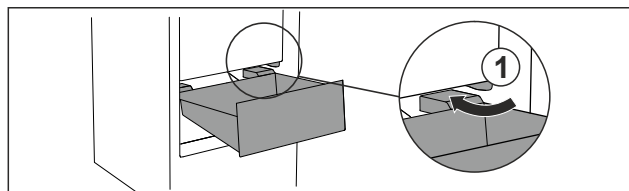

Fig. 115
- Zásuvku ved'te šikmo podél zářezek Fig. 115 (1).